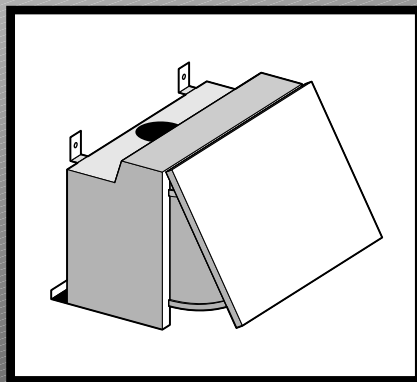

Fig.1
Drill 2 holes of 2,5 mm diameter on the side of the hanging cupboards as showed in the fig. 1 considering also the thickness of the front panel, so that the hood remains at the same level of the side hanging cupboards.
Close the room, which eventually remains between the hood and the wall adjusting the spacer (L) by acting on the appropriate screws (P) fig. 1.
Fix the hood to the spacer through the screws (P) fig. 1.
Insert the coupling flange (B) in the hole (A) and connect the discharge pipe to the same fig. 1.
Zwei Löcher (Durchmesser 2,5 mm) wie in Abb.1 gezeigt in die Seitenteile der Hängeschränke bohren. Dabei ist auch die Stärke des Frontpanels zu berücksichtigen, damit sich die Haube auf der gleichen Höhe wie die seitlichen Hängeschränke befindet.
Den eventuell zwischen der Wand und der Haube entstehenden Hohlraum mit Hilfe des Distanzstücks (L) schließen, das über die Schrauben (P) reguliert wird (Abb.1).